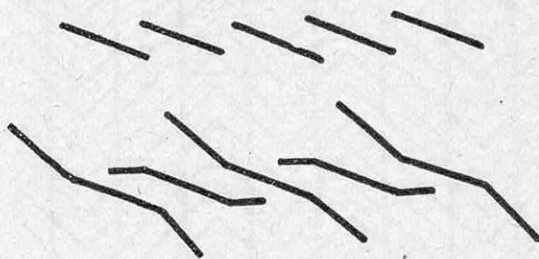

FIG. 32 ET 33. — LES PARALLÈLES DE LIPPS
2° Notre figure 32 représente cinq parallèles ; on les a redessinées en dessous (fig. 33), mais en les prolongeant par des portions de lignes droites convenablement orientées : le parallélisme primitif est complètement aboli (T. Lipps, 1897) ;
*La figure du haut (fig. 32) représente cinq lignes parallèles. Pour que ce parallélisme n'apparaisse plus, il suffit (fig. 33) de prolonger les cinq parallèles par des lignes convenablement orientées.*